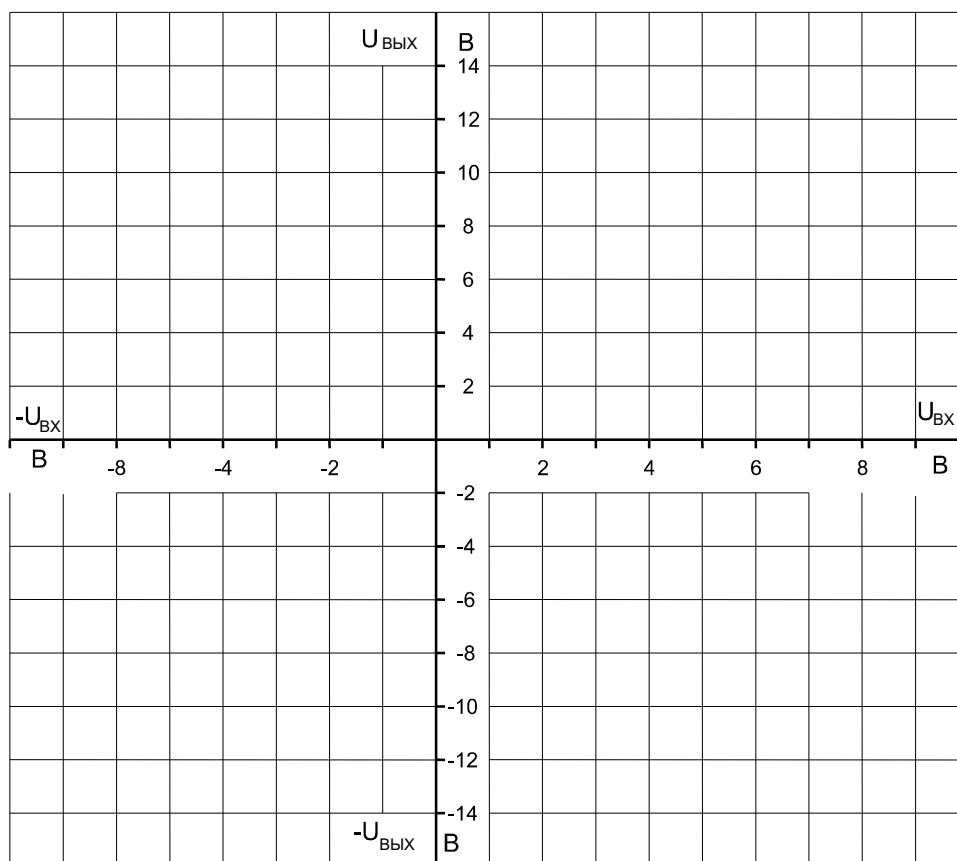

Рис. 8.2.3
- Занесите результаты измерений в таблицу. На графике (рис. 8.2.3) постройте зависимости выходного напряжения  $U_{\text{ВЫХ}}$  от входного напряжения  $U_{\text{ВХ}}$  при различных сопротивлениях отрицательной обратной связи  $R_{\text{ОС}}$ .